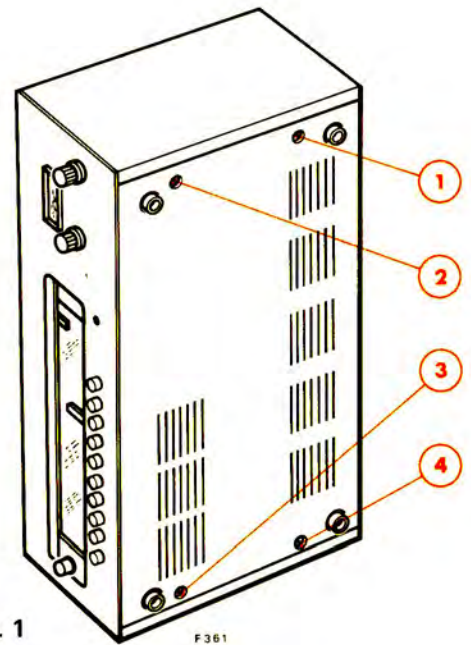

Fig. 1
A – ACCES AUX CIRCUITS IMPRIMES (Fig. 1)
- 1° - Tourner l'appareil comme indiqué à la figure 1.
- 2° - Enlever les vis et rondelles (1), (2), (3) et (4).